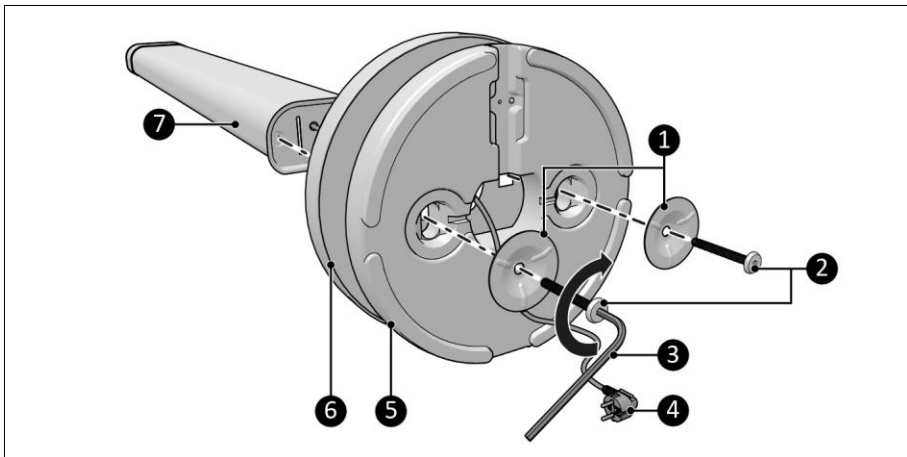

Figure 6
1. Posez le corps principal sur une surface stable (Figure 6, pos. 7).
2. Faites passer la fiche d'alimentation (Figure 6, pos. 4) à travers l'ouverture centrale du couvercle du socle (Figure 6, pos. 6) et le socle (Figure 6, pos. 5).
4. Placez les rondelles (Figure 6, pos. 1) et serrez les vis à six pans (Figure 6, pos. 2) avec la clé à six pans accompagnant le produit.